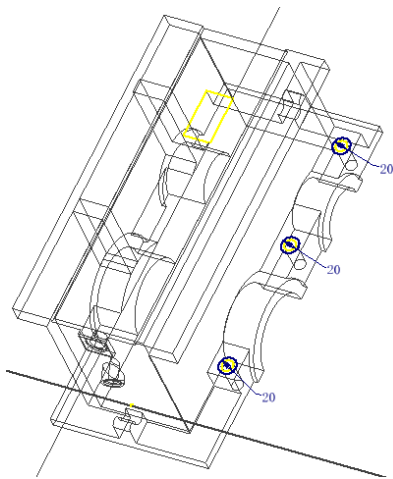
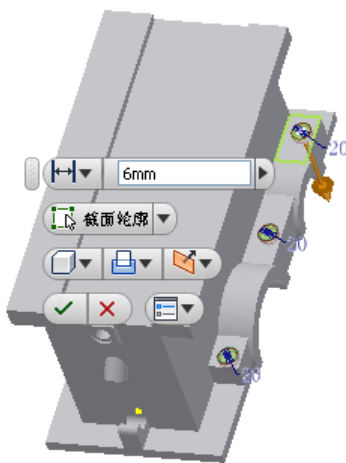

图 9-54 绘制草图并标注尺寸
图 9-55 拉伸示意图
④利用拉伸工具为这三个孔创建沉头特征，选择零件上端特征的下表面新建草图，选择【圆】工具绘制三个与创建的直孔同心的圆心，并标注尺寸如图 9-54 所示。单击【草图】标签上的【完成草图】工具按钮，退出草图环境；单击【三维模型】标签栏【创建】面板上的【拉伸】工具按钮，打开【拉伸】对话框，拉伸截面和其他设置均见图 9-55 所示。单击【确定】按钮完成拉伸，则一侧的三个螺栓孔创建完毕。